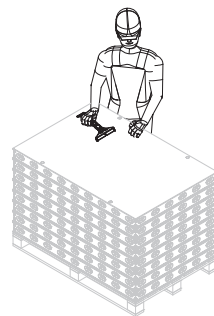

Fig. B1.10
4. Déplacer l'ensemble, le nettoyer et l'acheminer vers le lieu de mise en œuvre suivant. (Fig. B1.10)